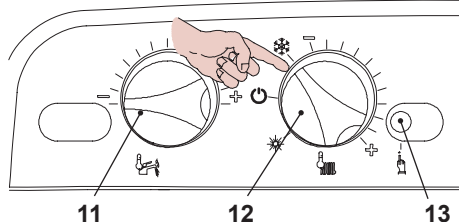
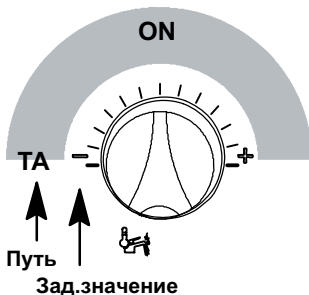

Рисунок 5.70
Рисунок 5.75
- Прежде чем включить электропитание котла, установите регулятор 12 в соответствии с указаниями, см. Рисунок 5.70).
- Чтобы настроить режим работы насоса, войдите в режим программирования, нажав и удерживая в течение 15 секунд кнопку сброса 13, см. Рисунок 5.70, пока на ЖК-дисплее не появится параметр P01; на ЖК-дисплее последовательно отобразятся следующие символы (параметр P01 будет загораться поочередно с ---).
- Нажмите кнопку сброса 13, см. Рисунок 5.70, и пролистайте параметры до P13, предназначенного для настройки режима работы насоса. На ЖК-дисплее последовательно отобразятся следующие символы (параметр P13 будет загораться поочередно с цифрой 01).
- Чтобы изменить настройку, поверните регулятор температуры горячего водоснабжения **11** Рисунок 5.70 - Рисунок 5.75 и установите его в выбранном положении (на Рисунок 5.75 пример регулятора, установленного в положение Режим насоса **ON**); на ЖК-дисплее параметр **P13** загорается поочередно с **04**.